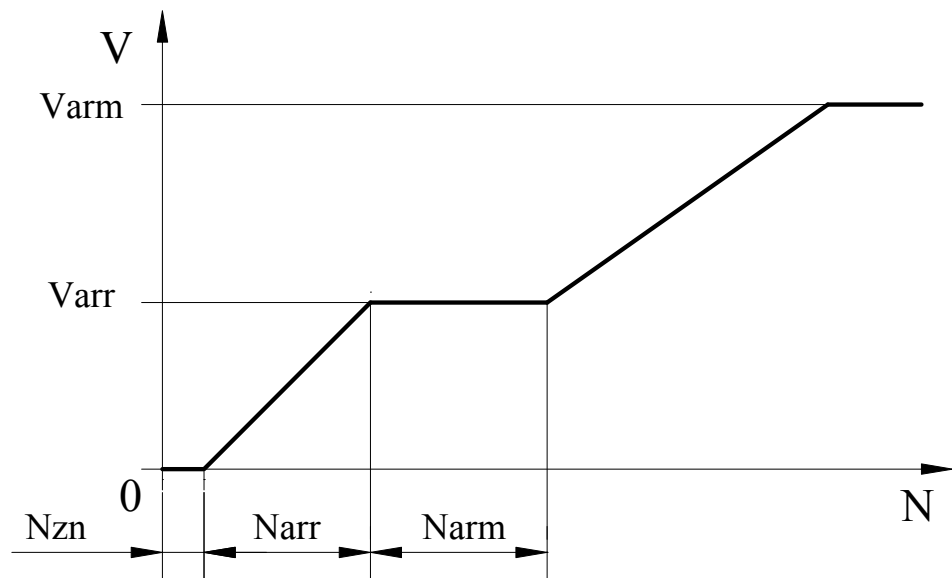

Рис.7. Скорости удержания в зависимости от модуля отклонения от точки удержания.
- 3.9.6.5. **Номер 4** – $Varr$ (0-200 мм/сек) – малая скорость движения при удержании (арретировании) (рис.7).
- 3.9.6.6. **Номер 5** – $Varm$ (0-200 мм/сек) – максимальная скорость движения при удержании (рис.7).
- 3.9.6.7. **Номер 6** – $Narm$ (0-150 мм) – участок скорости движения при удержании, где $V=Varr$ (рис.7).